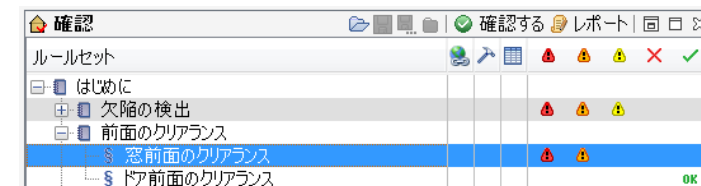

図 4-9 窓前面のクリアランスのルール
- 1) 確認ビューから「前面のクリアランス」を開き、「窓前面のクリアランス」を選択します。(図 4-9 を参照)